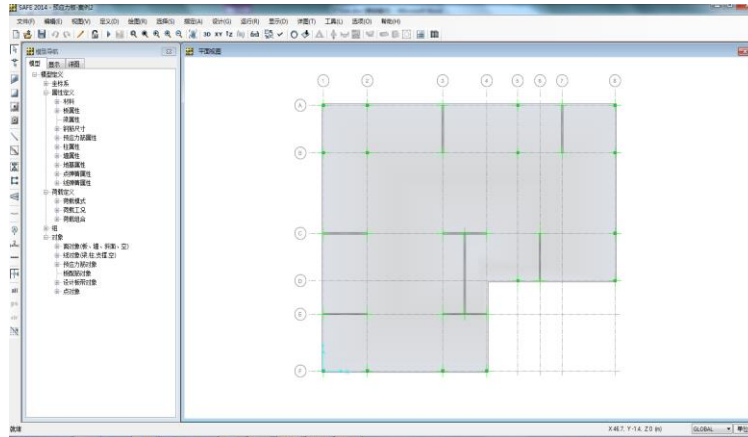

图 26 完成柱和墙绘制后的模型
- R. 点击命令**选择菜单> 选择 > 光标/窗口**，或者点击 **Esc** 键退出绘图模式。此时模型将如图 26 所示。